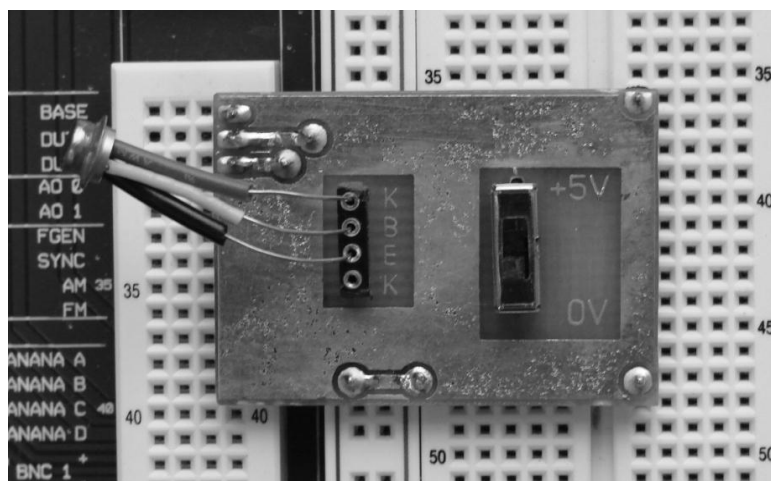

Рис. 2
4.4.1 Для исследования входной вольт-амперной характеристики установить транзистор в гнезда контактной площадки в соответствии с цоколевкой. При этом эмиттер должен быть вставлен в гнездо «Е», база – в гнездо «В», коллектор – в гнездо «К». Как известно, входные характеристики  $I_b = f(U_{бэ})$  транзистора n-p-n – структуры снимаются при двух значениях напряжения на коллекторе:  $U_{кэ} = 0$  и  $U_{кэ} = 5$  В. Для этого на контактной площадке имеется соответствующий переключатель. Фотография примера подключения n-p-n-транзистора при  $U_{кэ} = 5$  В приведена на рис.2.